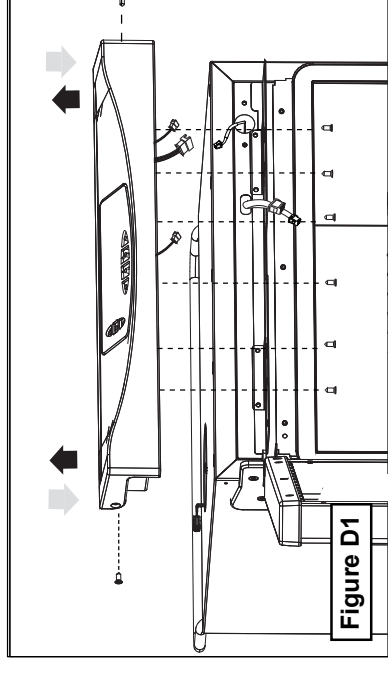

Figure D1
- Remove the two (2) screws on each side of the control panel and the six (6) screws on the bottom of the control panel. See Figure D1.
- Gently lift the control panel and unplug the three (3) control panel assembly connectors from the body. Remove the control panel from the appliance. See Figure D1.
- Plug the three (3) control panel assembly connectors into the appropriate plug of the appliance. See Figure D1.
- Reattach the control panel to the appliance. See Figure D1.
- Enlevez les deux (2) vis qui se trouvent de chaque côté du panneau de commande et les six (6) vis qui se trouvent sur le fond du panneau de commande. Voir la figure D1.
- Soulevez doucement le panneau de commande et débranchez les trois (3) connecteurs d'assemblage du bâti. Retirez le panneau de commande de l'appareil. Voir la figure D1.
- Branchez les trois (3) connecteurs d'assemblage du panneau de commande sur la prise appropriée de l'appareil. Voir la figure D1.
- Rattachez le panneau de commande sur l'appareil. Voir la figure D1.
- Retire los dos (2) tornillos a cada lado del panel de control y los seis (6) tornillos en la parte inferior del panel de control. Ver Figura D1.
- Suavemente levante el panel de control y desenchufe los tres (3) conectores de ensamblaje del panel de control del cuerpo. Retire el panel de control de la unidad. Ver Figura D1.
- Enchufe los tres (3) conectores de ensamblaje del panel de control en el enchufe apropiado de la unidad. Ver Figura D1.
- Vuelva a fijar el panel de control a la unidad. Ver Figura D1.